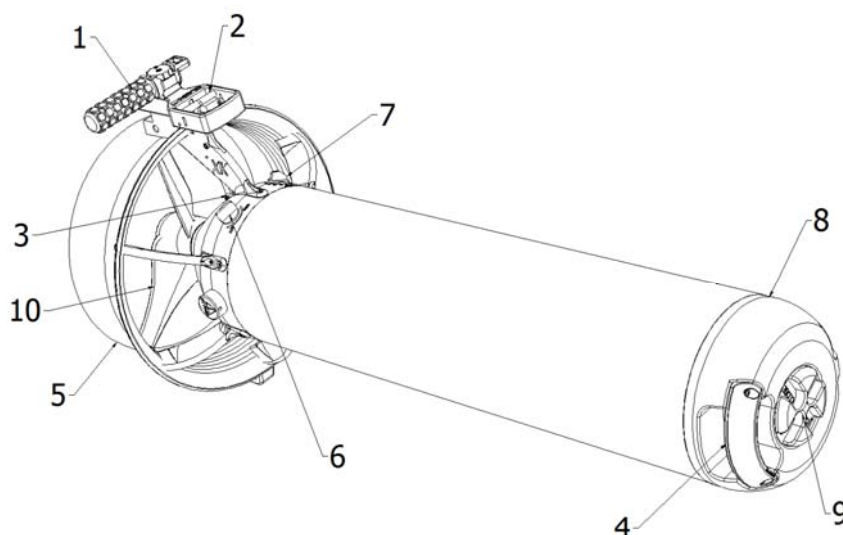

Figura 1
L'ADV è costituito da un corpo cavo perfettamente ermetico, dalla forma idrodinamica, vedi figura 1, all'interno del quale sono alloggiati il motore elettrico, le batterie ricaricabili ed il riduttore di velocità. All'esterno, posteriormente, sono presenti due maniglie di manovra (1), in una delle quali è integrato il grilletto (2) che, comandando un pistoncino magnetico (3), permette il controllo della rotazione dell'elica. Anteriormente, una maniglia (4) viene utilizzata per la presa ed il sollevamento. All'estremità posteriore è situata l'elica (10) che girando genera la spinta propulsiva, quest'ultima è protetta da una fascia circolare radiale che costituisce il convogliatore di flusso (5). Sempre posteriormente sono presenti l'interruttore generale (6) che seziona l'alimentazione elettrica e la manopola di regolazione della velocità (7).